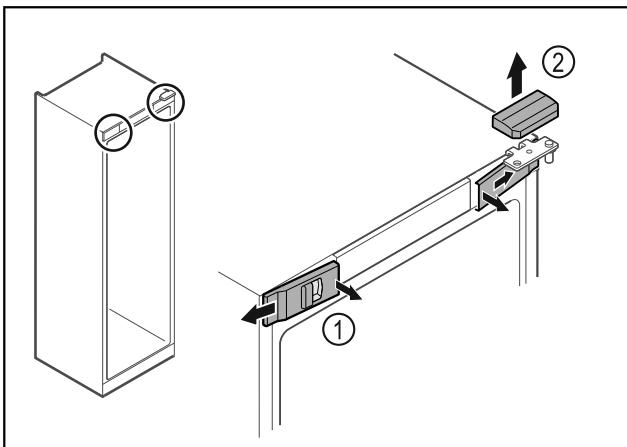

Fig. 12
- Deblocați apărătorile frontale din interior Fig. 12 (1) și detaşați-le în lateral.
- Scoateți în sus Fig. 12 (2) apărătoarea.